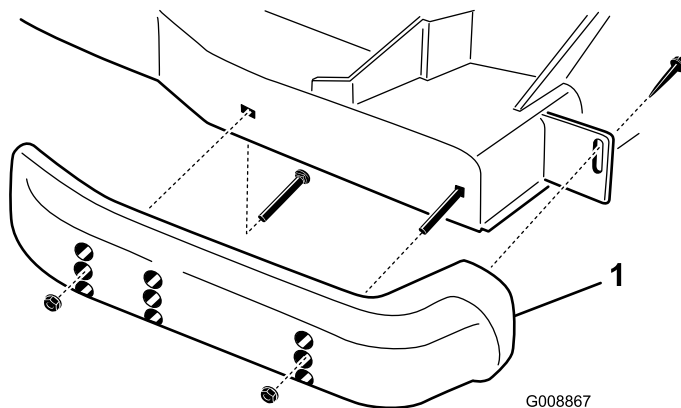

Figure 27
1. Desserrez la vis à l'avant de chaque patin (Figure 27).
2. Retirez les boulons à embase et les écrous de chaque patin (Figure 27).